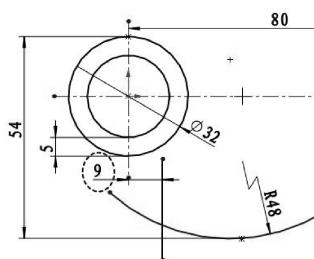

图 2-118 绘制竖直直线
- 单击 按钮, 绘制标注距离为 9 的竖直直线, 如图 2-118 所示。